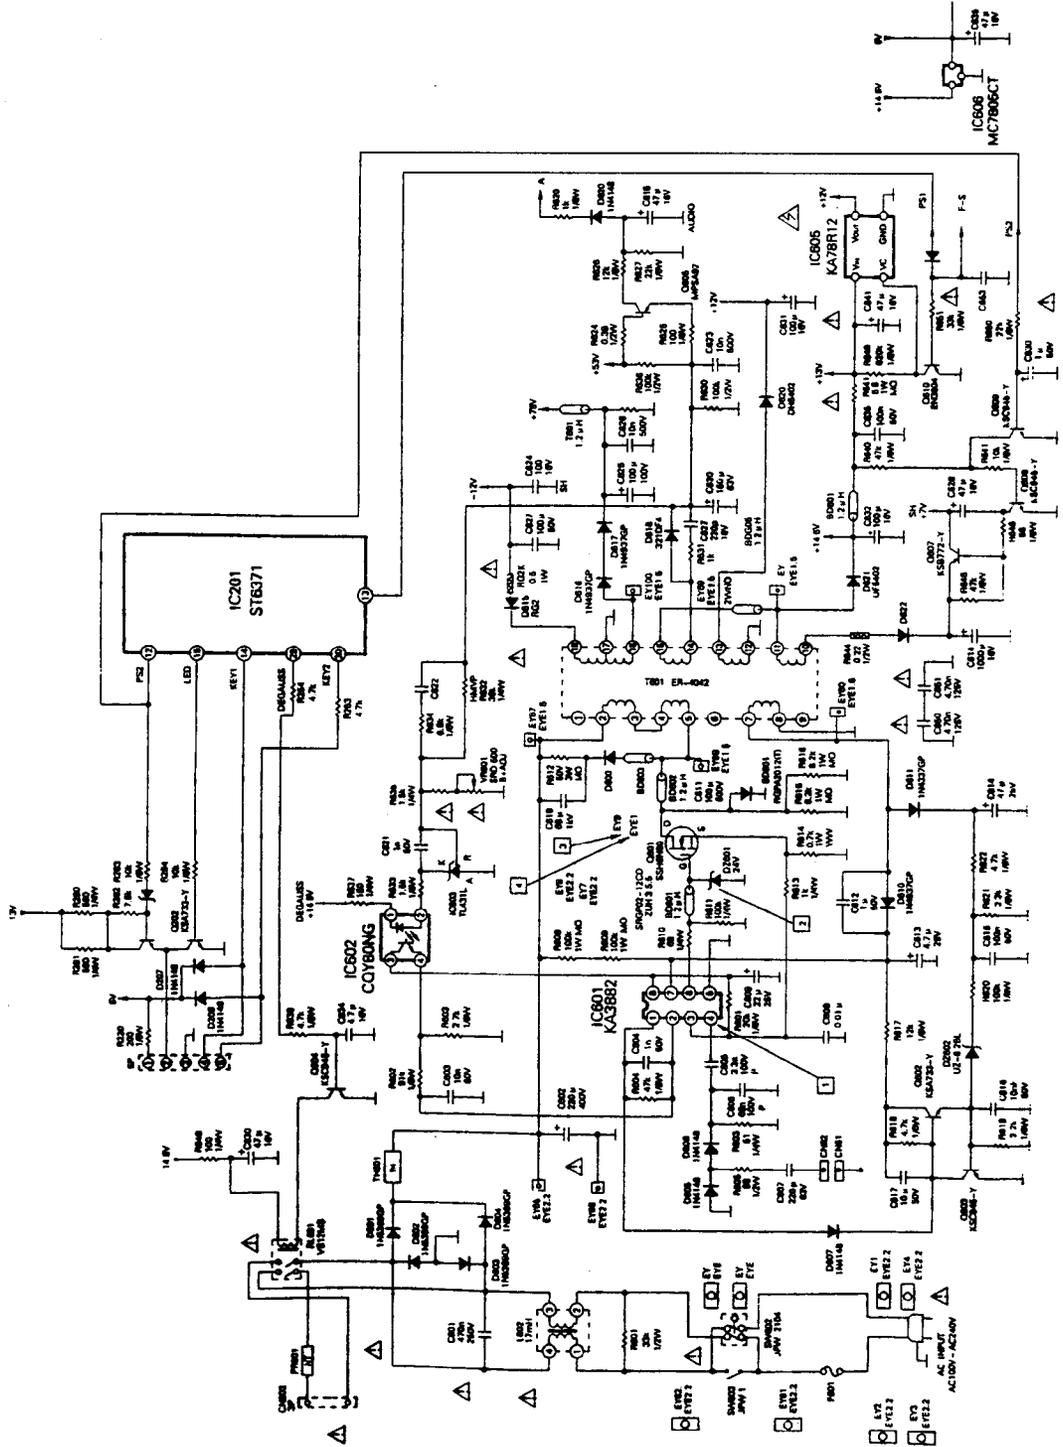

图3 KA3882 在三星 CK-500 多频显中的电源应用电路
(2) KA3882 在三星 CK-500 多频彩显中的电源应用电路 (见图 3)